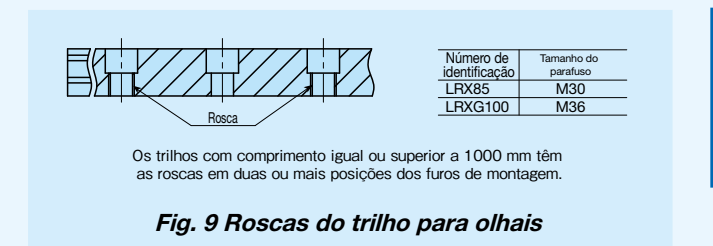
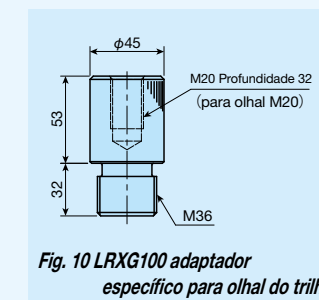

Fig. 9 Roscas do trilho para olhos
Fig. 10 LRXG100 adaptador específico para olho do trilho
Como LRX (D) (G, L) 85 e LRXG100 são produtos pesados, recomendamos o uso de parafusos de olho para transporte e montagem. Para a montagem dos parafusos de olho, use os orifícios de montagem dos patins e as roscas do trilho para os olhos (Fig. 9). Para o trilho LRXG100, use também o adaptador de parafuso de olho específico para o trilho LRXG100 (Fig. 10).